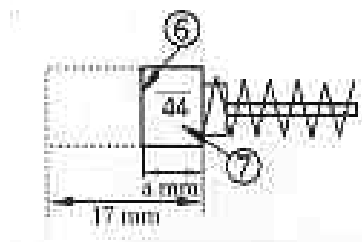

Fig. 5
Motorul conține perii de carbon care sunt piese consumabile; deoarece o perie de carbon excesiv de purtată ar putea duce la probleme cu motorul, înlocuiți peria de carbon. Limitator de uzură (6) Nu de perie de carbon (7). (Vezi fig. 5)